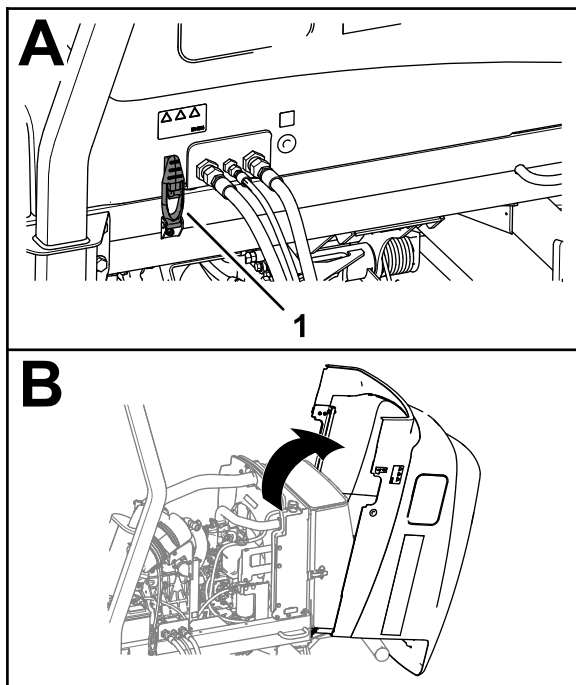

Figura 93
1. Eliberați cei 2 clichei ai capotei (Figura 93).